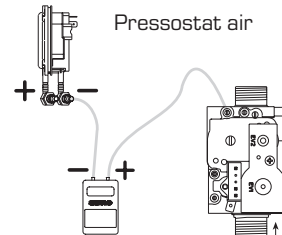

Figure 4
Pour mesurer le "Δp air-gaz", il suffit de relier la prise positive du manomètre différentiel à la prise du gaz de la vanne et la prise négative au pressostat air (Figure 4). Le réglage de la pression du gaz se fait toujours alors que le ventilateur se trouve à un nombre minimum de tours.
- **Pression d'eau insuffisante** (fig. 4)